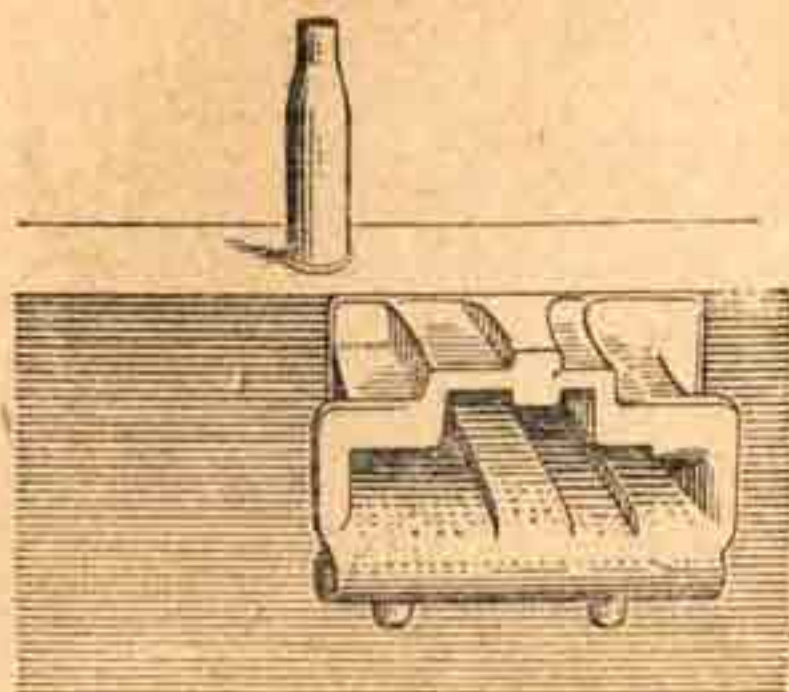

Рис. 44. Проверка подъема боевой личинки.
**Проверьте правильность подъема боевой личинки.** Боевая личинка должна ударить в крышку короба, так как иначе вся сила ее удара придется на выступ остова замка, от чего головка остова замка может отколоться. Для проверки подъема боевой личинки замка поставьте гильзу на крышку короба, немного впереди заклепок пластинчатых пружин (рис. 44). Подайте рукоятку вперед и бросьте ее. Если гильза при этом подскочит, значит подъем боевой личинки правильный. Если гильза не подскочит, это означает, что боевая личинка не ударяет в крышку короба. Об этом сейчас же доложите командиру отделения.